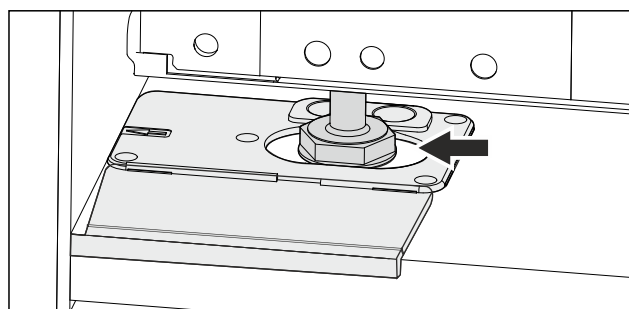

Fig. 50
- Justere apparatet via de justerbare føttene. Fig. 50 ()